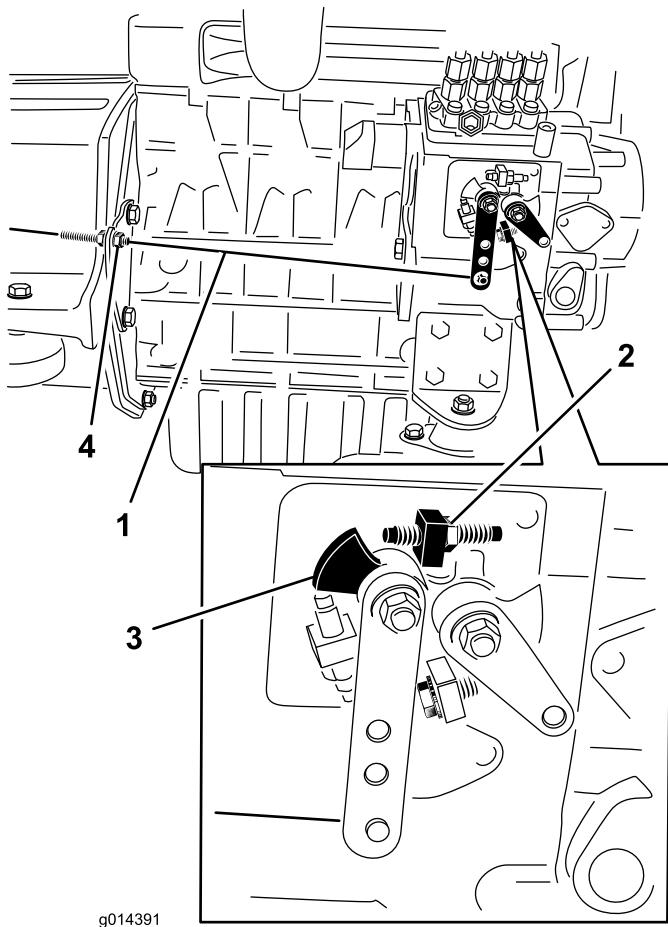

Figura 37
- Compruebe la posición de la palanca de control de velocidad de la bomba de inyección de combustible del motor. La palanca de control de velocidad debe estar en contacto con el tornillo de alta velocidad cuando la palanca de control del acelerador está en la posición de Rápido (Figura 37).
3. Si es necesario, la posición de las contratuerzas del cable de control del acelerador puede ajustarse hasta que la palanca de control de velocidad entre en contacto con el tornillo de alta velocidad cuando la palanca de control del acelerador está en la posición de Rápido (Figura 37). **No ajuste el tornillo de alta velocidad de la palanca de control de velocidad.**